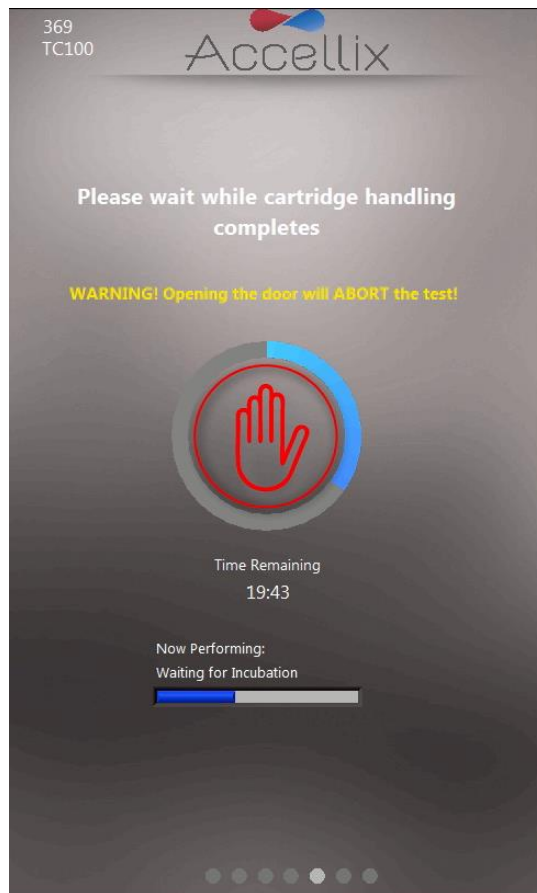

Abbildung 39: Bildschirm „Progress Indicator and Time Remaining“ (Fortschrittsanzeige und verbleibende Zeit)
11. Der Bildschirm **Progress** (Fortschritt) (Abbildung 39) zeigt eine Fortschrittsanzeige und einen Countdown-Timer mit **Time Remaining** (Verbleibende Zeit) an. Der Benutzer kann den Testfortschritt und die ungefähr verbleibende Zeit überwachen.
Hinweis: Um einen laufenden Assay zu stoppen, kann der Benutzer auf **Stop** (Stoppen) tippen, d. h. auf die rote Hand in der Mitte der Fortschrittsanzeige (siehe Abbildung 39). Siehe Abschnitt **13.3 Beenden eines Assay-Laufs**.
Mit dem Symbol **Abort** (Abbrechen) kann ein Assay-Lauf beendet werden (Abbildung 39).